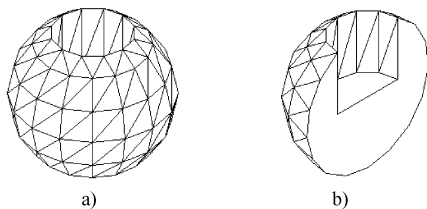

图 12-68 剖切三维实体
- (1) 平面对象 (O): 将所选择的对象所在的平面作为剖切面。
- (2) 曲面 (S): 将剪切平面与曲面对齐。
- (3) Z 轴 (Z): 通过在平面上指定一点和在平面的 Z 轴 (法线) 上指定另一点来定义剖切平面。
- (4) 视图 (V): 以平行于当前视图的平面作为剖切面。
- (5) XY/YZ/ZX: 将剖切平面与当前用户坐标系 (UCS) 的 XY 平面/YZ 平面/ZX 平面对齐。图 12-68 所示为剖切三维实体图。
- (6) 三点 (3): 根据空间的 3 个点确定的平面作为剖切面。确定剖切面后, 系统会提示保留一侧或两侧。